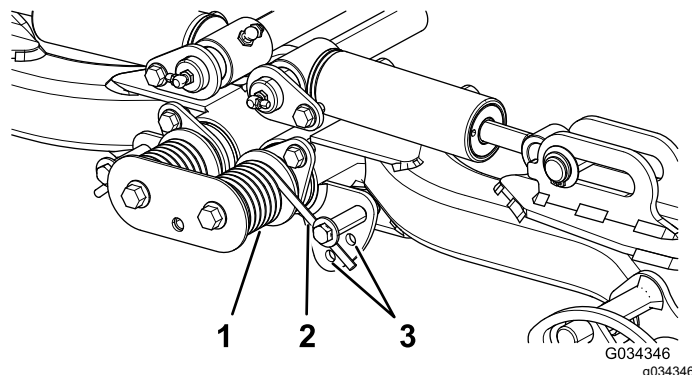

Figura 38
2. Infilate un tubo o un oggetto simile sull'estremità della molla lunga al fine di allentare la tensione della molla durante la messa a punto (Figura 38).
3. Mentre allentate la tensione della molla, togliete il bullone e il dado di bloccaggio che fissano l'attuatore della molla alla staffa (Figura 38).